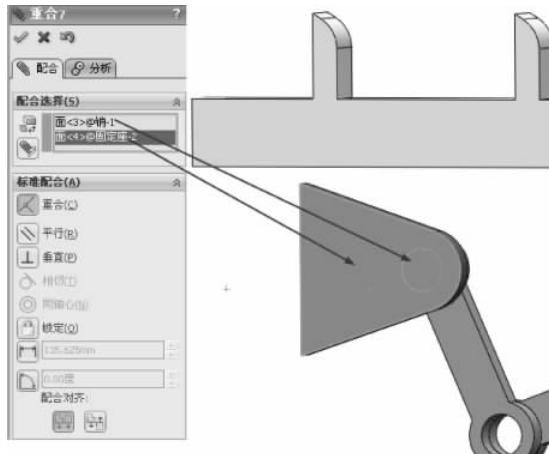

图 3-227 重合配合
(16) 继续进行配合约束, 选择【标准配合】选项组下的【重合】配合类型 $\text{F}$ , 在【要配合的实体】选择框 $\text{E}$ 中选择如图 3-227 所示的面, 其他保持默认, 单击【确定】按钮 $\checkmark$ , 完成重合配合。